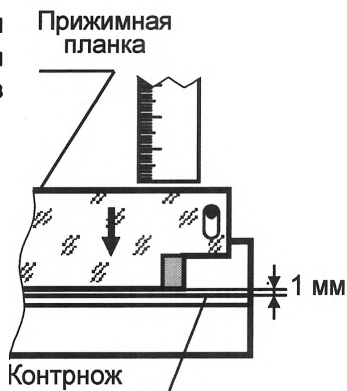

Рис. 7. Установка планки
2. Зафиксировать матрицу винтами (10)
3. Установить прижимную планку (12), как показано на рис. 7.
**- Установите прижимную планку, как показано на рис. 7.**